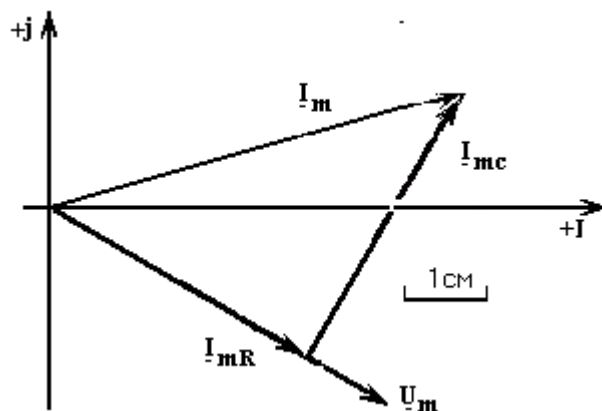

Рисунок 2.12
7. Строим векторную диаграмму тока и напряжений (рисунок 2.12).